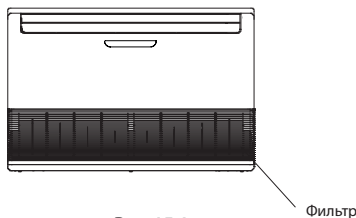

Рис. 15.1
- Фильтр расположен в нижней части блока, см. рисунок 15.1.